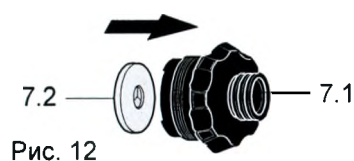

Рис. 12
- ◇ Вложите новый мембранный клапан (7.2) в резьбовой колпачок (7.1) (рис. 12).